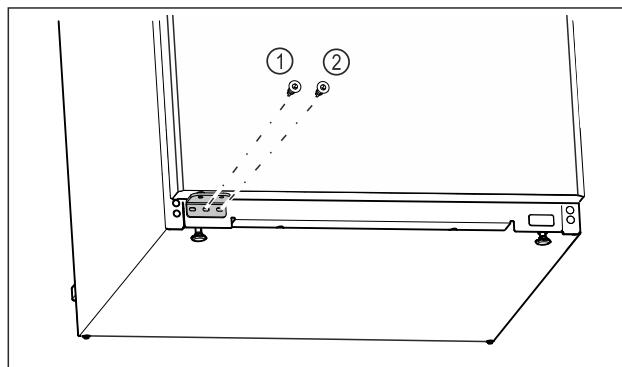

Fig. 21
- Înșurubați ferm șurubul din mijloc al suportului de lagăr Fig. 21 (1) cu șurubelnita Torx 20.
- Înșurubați ferm șurubul din interior al suportului de lagăr Fig. 21 (2) cu șurubelnita Torx 20.